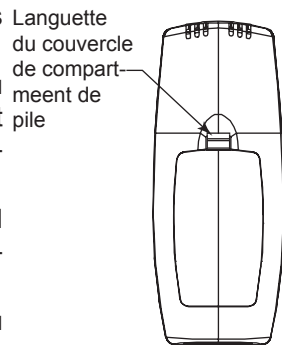

Fig. 57 Languette du couvercle de compartiment de pile
1. Appuyez sur la languette du couvercle du compartiment de pile puis retirez le couvercle. (Fig. 57)
4. Lorsque les trois (3) piles sont installées, la télécommande s'initialisera pendant 10 secondes après quoi elle sera prête à être utilisée.
5. Les piles devraient être remplacées tous les six (6) mois ou lorsque l'indicateur de pile faible s'affiche.